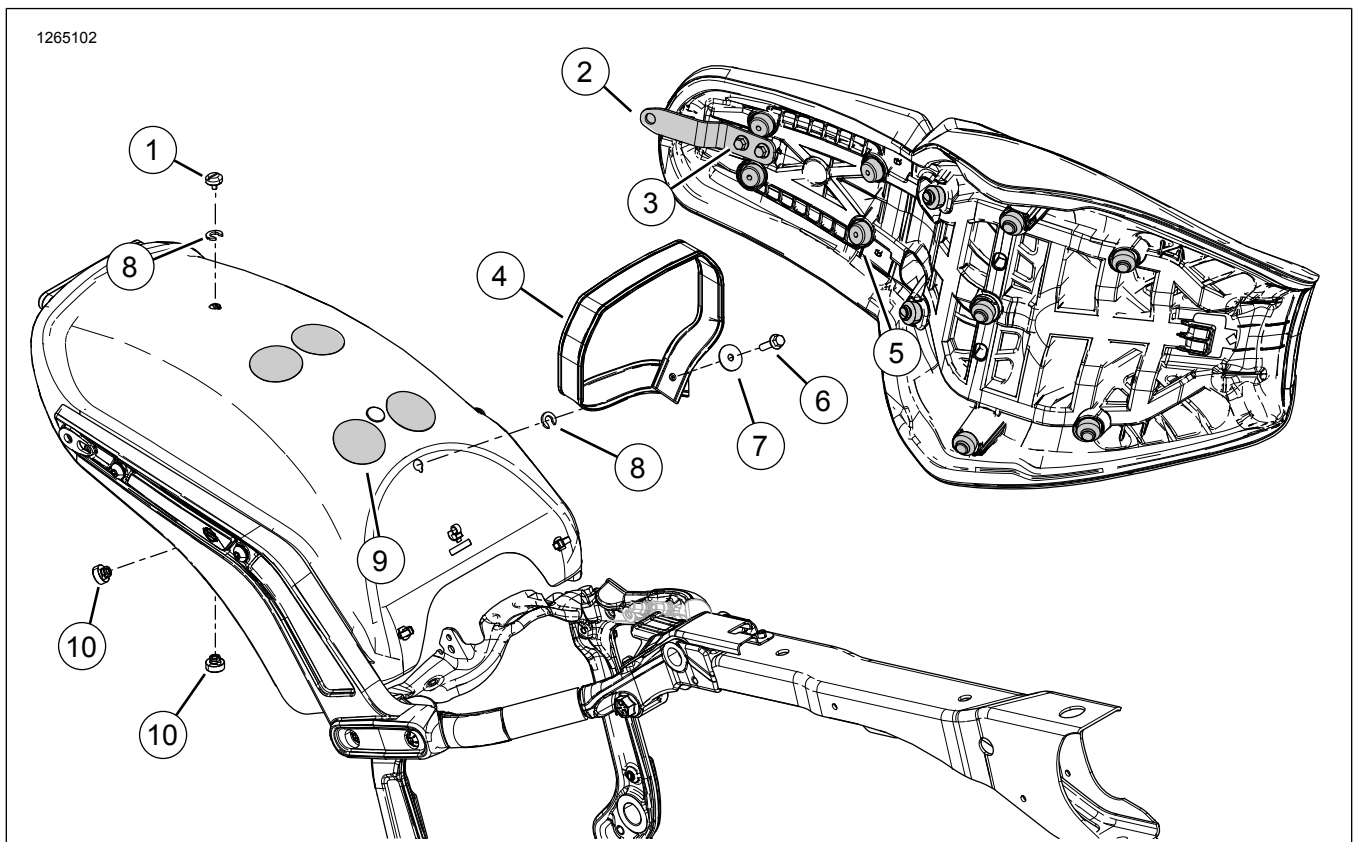
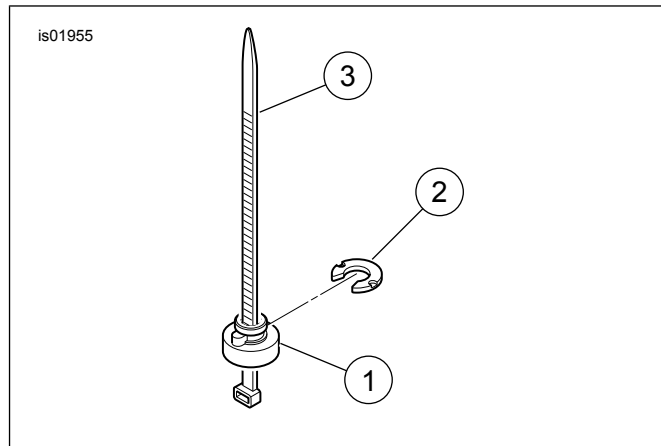

Figure 1. Contenu du kit : Selle biplace monobloc
Figure 3. Outil d'installation
- Tous les kits sauf 52000353 :** Voir la figure 1. Retirer et jeter la sangle de maintien Équipement d'origine .
1. Kits **52000295, 52000297, 52000300, 52000355, 52000356, 52000387, 52000388, 52000400, 52000401, 52000652, 52000653** : Voir la figure 3. Installer l'écrou de retenue et la rondelle de retenue dans les trous appropriés du garde-boue.
- a. Un serre-câble peut être utilisé comme aide à l'installation pour installer l'écrou de retenue et la rondelle. Placer l'écrou de fixation (1) sur le serre-câble (3).
- c. Avec l'arête de l'écrou de retenue installée dans l'encoche du trou de garde-boue appropriée, glisser la rondelle de retenue (2) en position à partir de l'arrière. Cette opération verrouillera l'écrou de retenue en place.
2. Kits **52000295, 52000297, 52000300, 52000355, 52000387, 52000400** : Voir la figure 1. Installer du ruban de protection.
- a. Marquer avec de la craie le fond des silentblocs (5) qui sont en contact avec le garde-boue.
- d. Kit **52000652, 52000653, 52000759, 52000761** : Voir la figure 1. Si le véhicule est équipé d'une plaque de fixation à goujons, utiliser la plaque de fixation pour attacher la sangle de maintien à l'aide des écrous à embase (10) du kit.
- e. Installer du ruban de protection (9) sur le garde-boue arrière sur les marques transférées sur le garde-boue.
3. **Tous les kits sauf 52000353** : Voir la figure 1. Installer la sangle de maintien (4), la vis (6) et la rondelle (7). Serrer.
4. Voir la figure 1. Glisser l'arrière de la selle à travers la sangle de maintien et accrocher la languette avant de la selle (12) au cadre (11).